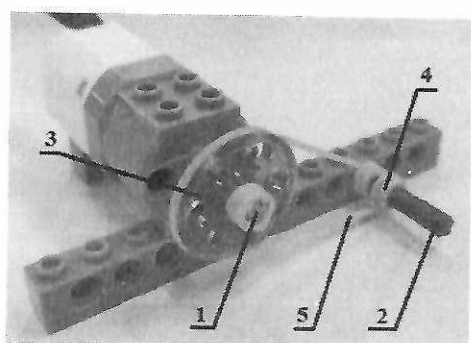

Рисунок 1 – Ременная передача
- с помощью трения – ременные передачи* (см. рисунок 1);